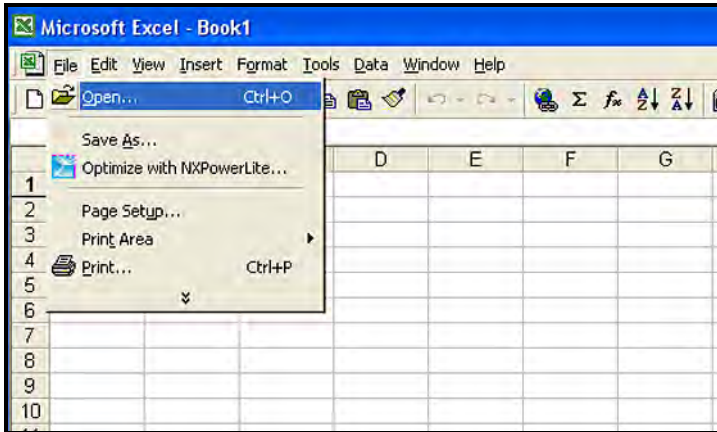

Abbildung 57: Öffnen einer Protokolldatei in Microsoft Excel
4. Die Protokolldateien des **dew.IQ** können mit einem Tabellenkalkulationsprogramm wie Microsoft Excel geöffnet werden. Starten Sie das Tabellenkalkulationsprogramm und wählen Sie **Öffnen** (siehe *Abbildung 57* unten).